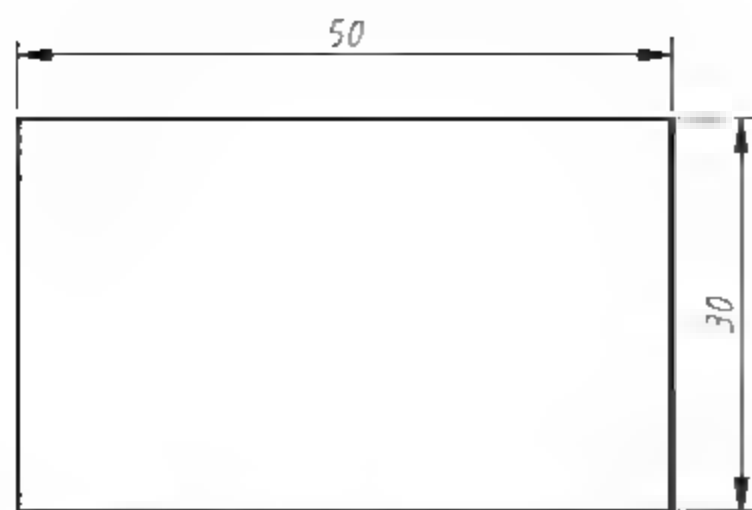

图4-119 绘制矩形
**01** 新建一个空白文档。单击【绘图】面板中的【矩形】按钮,绘制如图4-119所示的矩形。